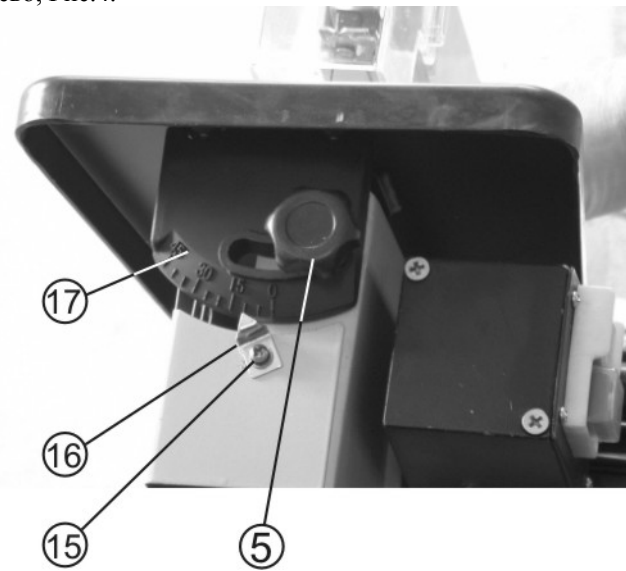
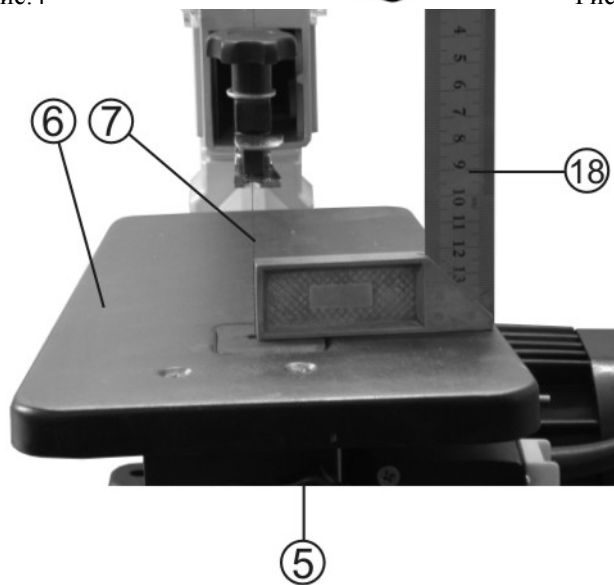

Рис.5
Рис.6
10.2. Ослабьте винт фиксации угла наклона рабочего стола (5), Рис.5, и установите рабочий стол (6), Рис.6, под прямым углом к пильному полотну (7), Рис.6.
10.3. С помощью маленького угольника (18), Рис.6, убедитесь, что угол между пильным полотном (7) и рабочим столом (6) равен 90 градусам. Если рабочий стол расположен перпендикулярно к пильному полотну, затяните винт фиксации угла наклона рабочего стола (5), Рис.6.
10.4. Ослабьте винт (15), закрепляющий указатель угла наклона рабочего стола (16), установите указатель угла наклона рабочего стола (16) на 0 градусов на шкале угла наклона рабочего стола (17) и закрепите винт (15) указателя угла наклона рабочего стола (16), Рис.5.
10.5. Шкала угла наклона рабочего стола (17), Рис.5, используется только для ориентировки. Всегда проверяйте угол наклона рабочего стола с помощью угломера, прежде чем начать распиловку.